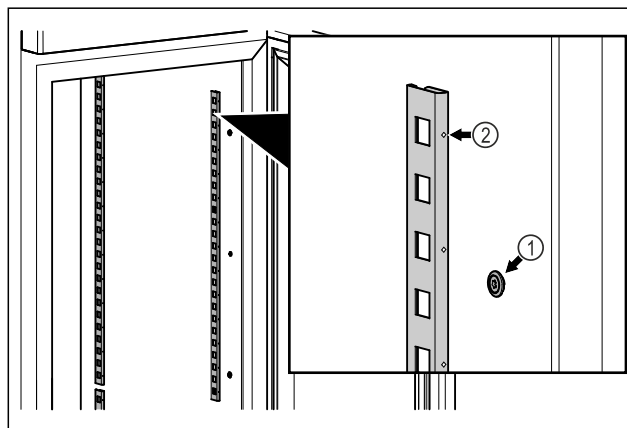

Fig. 15 Reprezentare exemplificativă
- ▶ Acroșați barele de prindere în sistemul de suspendare Fig. 15 (1). Marcajul Fig. 15 (2) trebuie să fie orientat spre înainte.